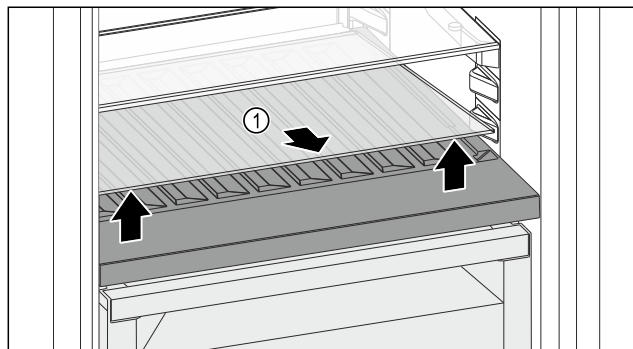

Fig. 86
- ▶ Sollevare il ripiano di vetro Fig. 86 (1) dall'incavo anteriore e rimuoverlo.
- ▶ Conservare il ripiano di vetro Fig. 86 (1) fuori dall'apparecchio in un luogo sicuro.